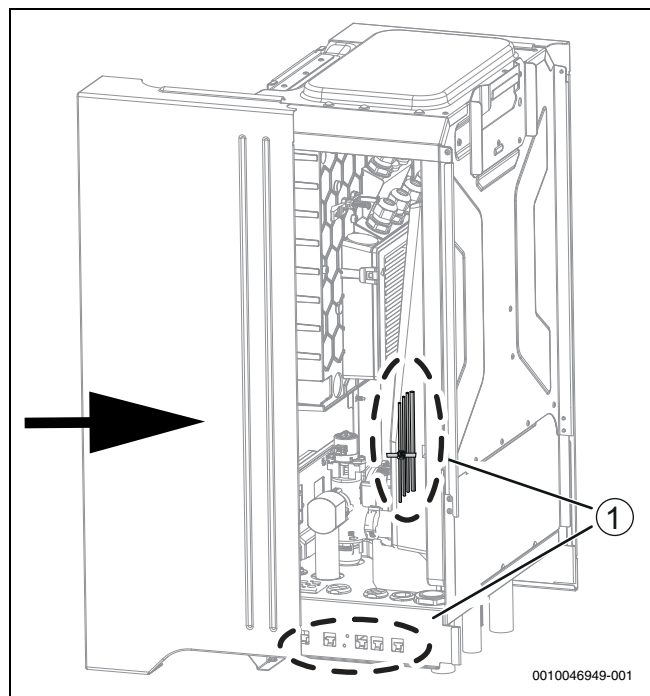

Bild 33 Schieben Sie die Seitenabdeckung an ihren Platz
- Achten Sie darauf, dass keine Kabel zwischen der Seitenabdeckung und dem Aufbau eingeklemmt werden (→Abbildung 33 [1]).